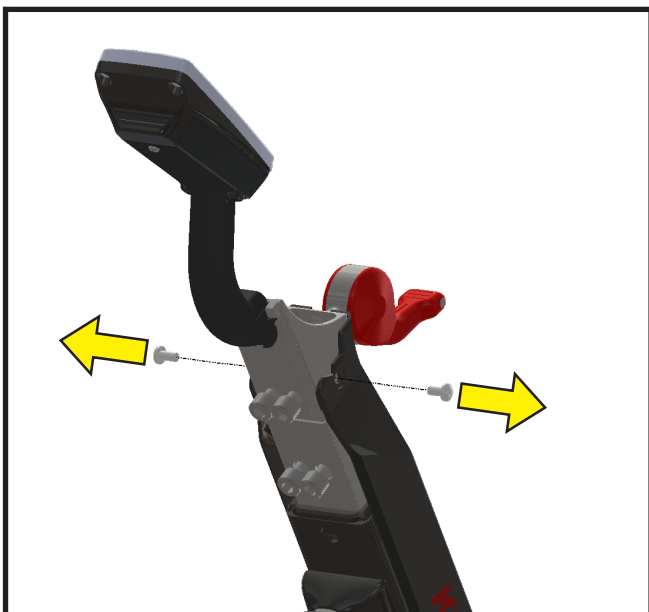

Abbildung 13: Schrauben vom Schweißschutz entfernen
1. Entfernen Sie die Schrauben auf beiden Seiten des Schweißschutzes (siehe Abbildung 13).